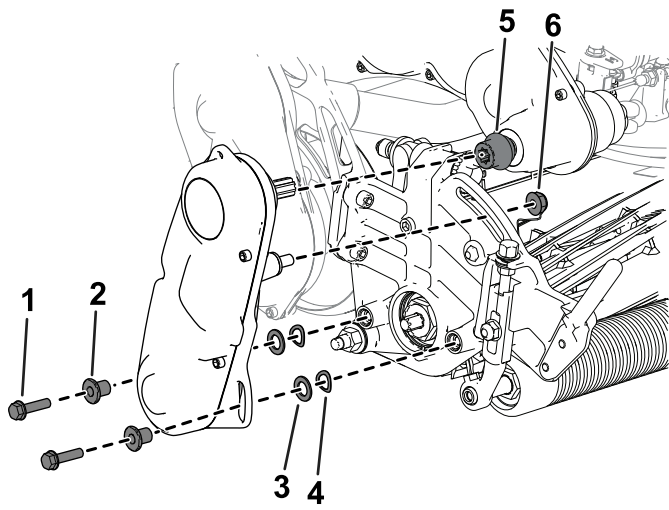

Figura 49
3. Retire el conjunto de transmisión del molinete de la unidad de corte (Figura 49) y guarde las fijaciones.